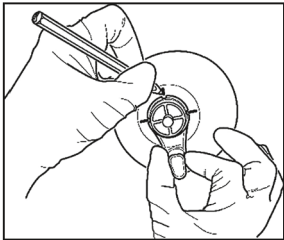

Figura 4
6. Conforme indicado na figura 4, com a ampulheta do DEL centrada na porta de injeção do expansor de tecido, faça uma marca com uma caneta de tinta em cada um dos quatro entalhes à volta o perímetro anterior do suporte do DEL.